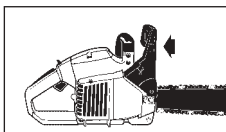

Abb. 7A
1. Die Kettenbremse ist **ENTKUPPELT** (Kette kann sich bewegen), wenn der **BREMSHEBEL NACH HINTEN GEZOGEN UND ARRETIERT IST** (Abb. 7A).